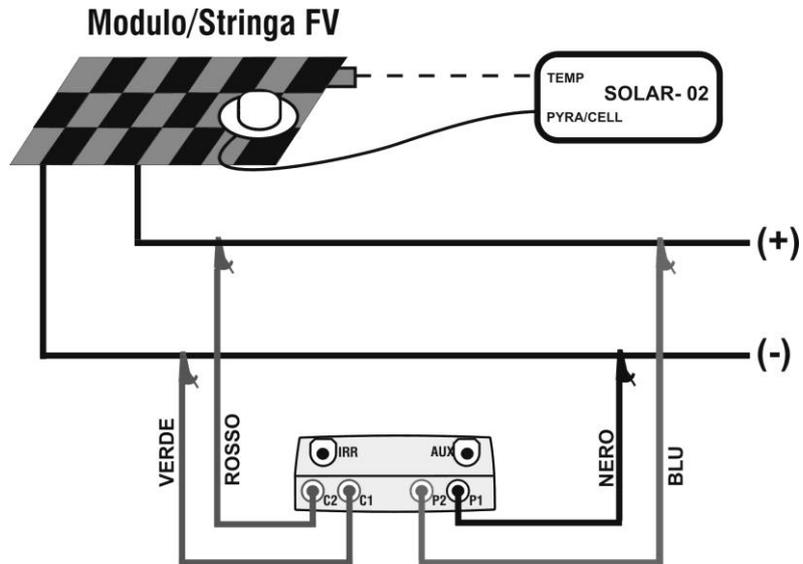

Fig. 9: Ligação do instrumento ao painel/bateria de painéis (stringa) FV
21. Ligar o instrumento ao painel/bateria de painéis em teste como se mostra na seguinte Fig. 9. Em particular, ligar o pólo Negativo na saída do painel/bateria de painéis (stringa) aos terminais P1, C1 e o pólo Positivo na saída do painel/bateria de painéis (stringa) aos terminais P2, C2. Na modalidade de ativação medição “**Auto**” é recomendado o uso do acessório opcional KITKELVIN.